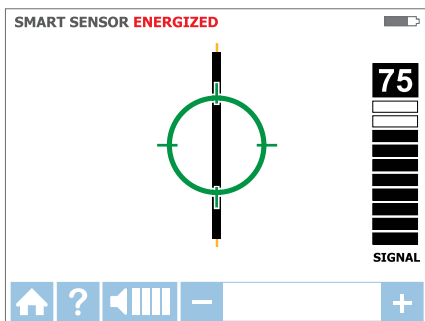

Figura 3.1e
5. O símbolo de alvo verde indica que o recetor se encontra diretamente sobre o cabo (ver Figura 3.1e). Se o recetor não fixar no cabo, diminua a sensibilidade usando o botão "-" no teclado ou configure o transmissor para transmitir no modo de sinal BAIXO.